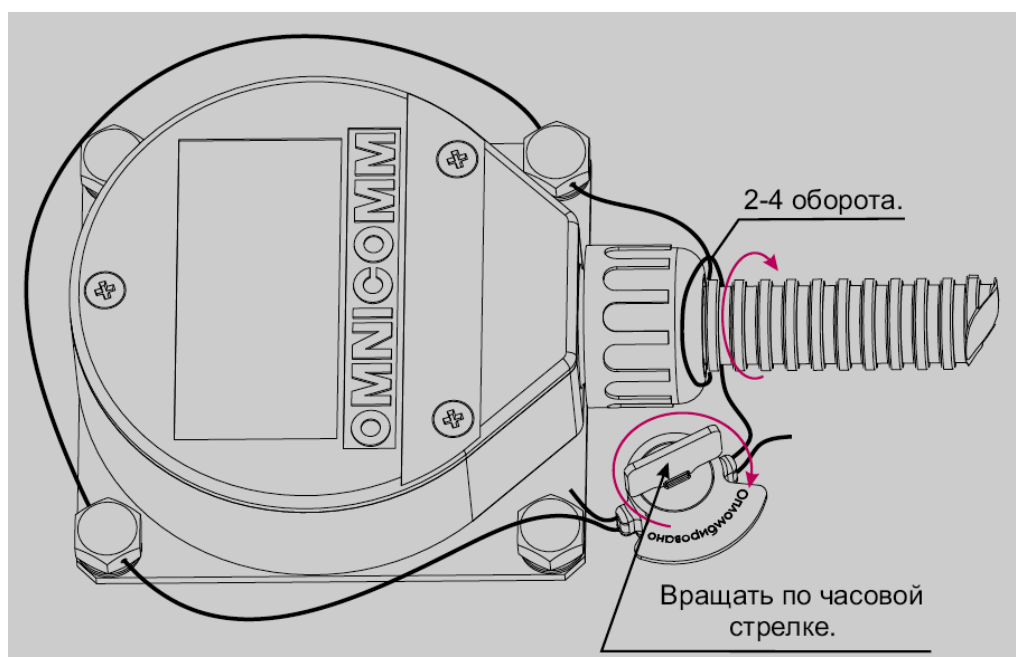

Рисунок 30
- 2) Продеть пломбировочную проволоку через отверстия в двух болтах, обмотать проволоку вокруг металлорукава, как показано на рисунке (Рисунок 30) и концы проволоки провести через отверстия пломбы.